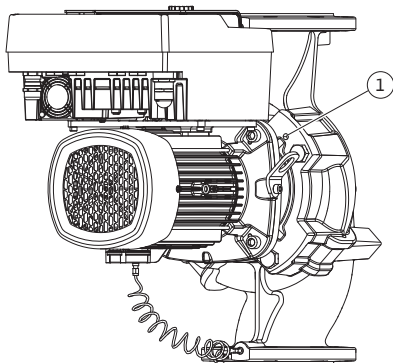
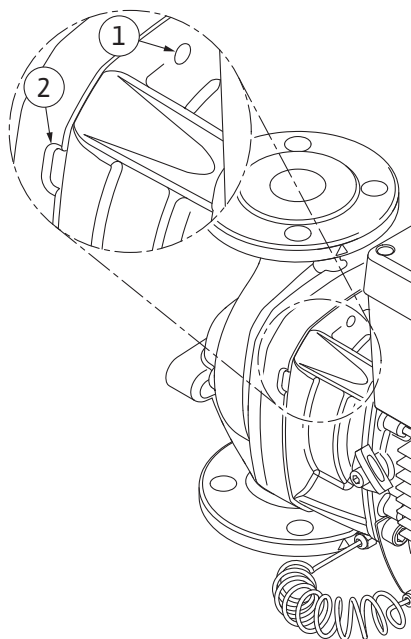

Fig. 108: Borttagning av instickssatsen via gänghål
Fig. 109: Gänghål och spår för att avlägsna instickssatsen från pumphuset
12. Lossa skruvarna pos. 29 för pumptyp (Fig. III, IV). Använd de två gänghål (Fig. 108, pos. 1) som sitter jämte och använd lämpliga skruvar som tillhandahålls på plats (t.ex. M10 x 25 mm). Ta bort instickssatsen från pumphuset.
För pumptyp (Fig. I och Fig. II) ska de två gänghål M10 (se Fig. 108) användas samt ändamålsenliga skruvar som tillhandahålls på plats (t.ex. M10 x 20 mm). Vid borttagning kan även spåren (Fig. 109, pos. 2) användas.